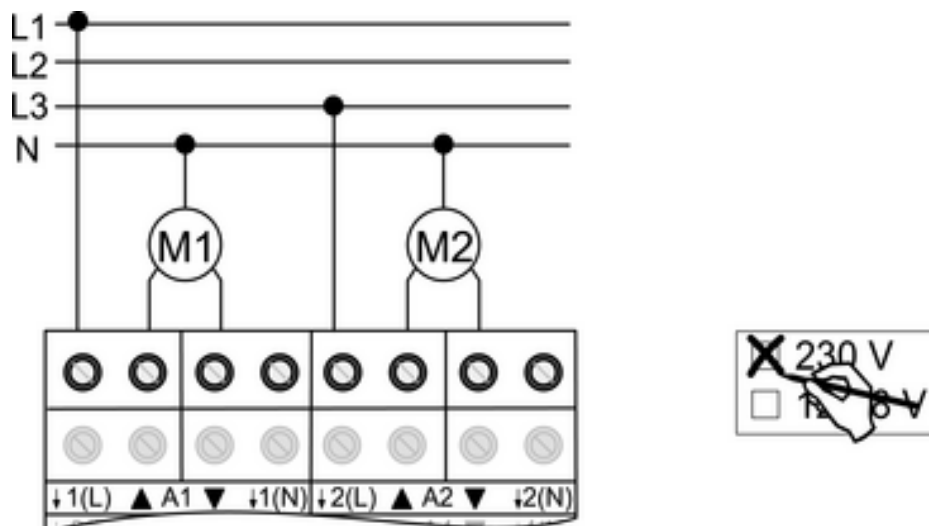

Figure 6
- Raccorder les moteurs (figure 6).
- Signaler l'utilisation **230 V** sur l'étiquette (figure 6).
- i** Les raccordements de conducteur N (14) servent uniquement à la détection de la durée de mouvement et n'impliquent aucun potentiel N.